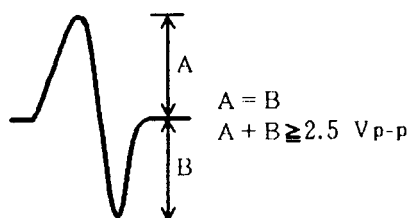

Figure 8
3. Tout en regardant l'écran de l'oscilloscope, appuyer sur la touche OUTPUT et observer la forme d'onde de la Figure 8, pendant quelques instants. Vérifier que l'amplitude atteint au moins 2,5 V_{c-c} et que les amplitudes positive et négative soient égales. Comme la forme ne sort que pour un moment, quand la touche OUTPUT est enclenchée, appuyer sur à plusieurs reprises sur cette touche, jusqu'à ce que la forme d'onde ait été vérifiée.